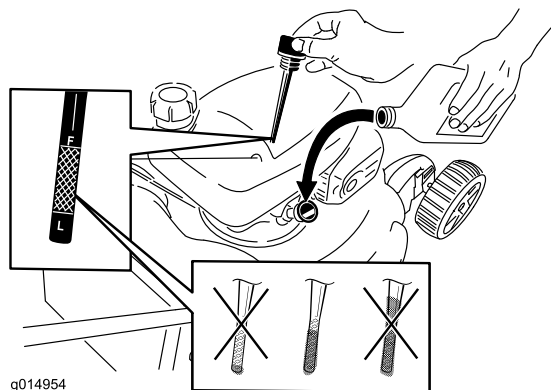

Рисунок 15
1. Выньте щуп для измерения уровня, вытрите его, и затем вставьте на полную глубину (Рисунок 15).
2. Выньте щуп и проверьте уровень масла (Рисунок 15). Если уровень масла ниже отметки **Add (Долить)** на масломерном щупе, медленно заливайте масло в маслозаливной патрубкок, чтобы поднять уровень масла до метки **Full (Заполнено)** на масломерном щупе. **Не допускайте переполнения картера.** (Макс. объем масла: 0,59 л, тип: автомобильное моющее масло (SAE 30), имеющее классификацию API: SF, SG, SH, SJ, SL или выше.)